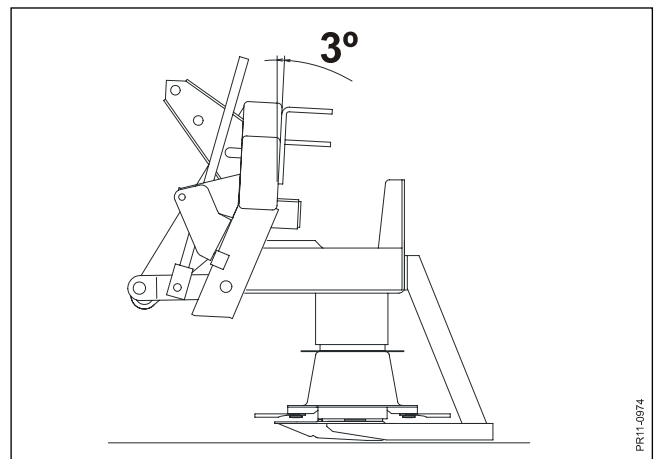

Fig. 3-9
- Fig. 3-9** La hauteur de coupe peut être augmentée en inclinant la machine jusqu'à 3° vers l'arrière, pour que la barre de coupe reste horizontale au dessus du sol.